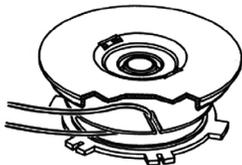

Рис. 15. Установка корда в паз катушки
4. Отрежьте около 5 метров корда диаметром 2,0 мм, сложите его вдвое и выровняйте концы. Середину корда вставьте в специальный паз в катушке (Рис. 15).